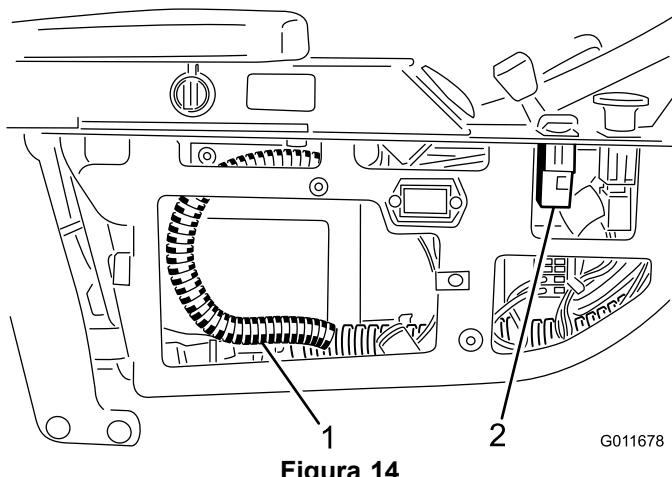

Figura 14
3. Desligue o conector de cablagem do interruptor “2WD/4WD” (Figura 14).